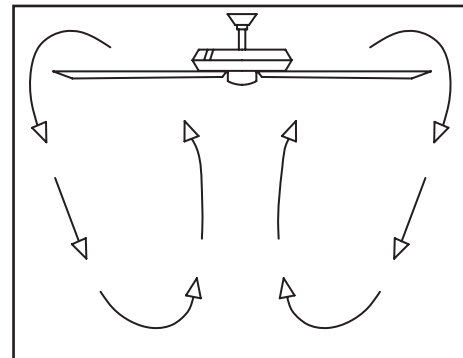

Figura 20
**Clima frío** - (Reversa) Un flujo de aire hacia arriba desplaza el aire cálido lejos del techo, como se muestra en la Figura 20. Esto permite fijar tu unidad de calefacción en configuración más baja sin afectar tu comodidad.